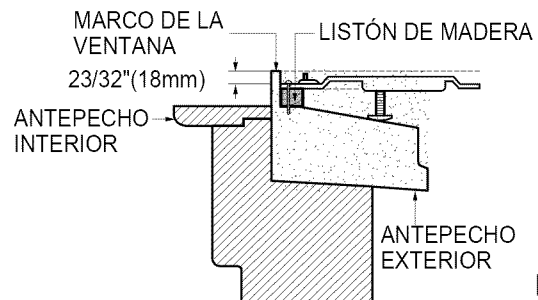

FIG. 15
- * Las dimensiones y la geometría de las ventanas son diferentes de acuerdo con el fabricante. Compruebe su ventana y chequee la FIG. 15 para instalar el soporte de montaje de manera firme y segura.